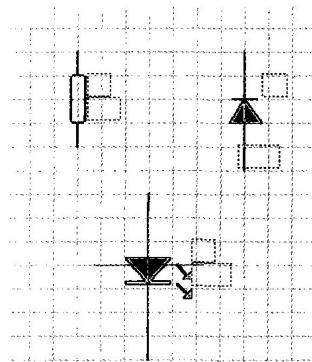

图 1-15 移动多个元件
(2) 多个元件的移动。若要一次移动多个元件，首先要选中多个元件。选择完毕后，将鼠标指向其中一个元件按住左键不放拖动，到合适位置松开即可，如图 1-15 所示。